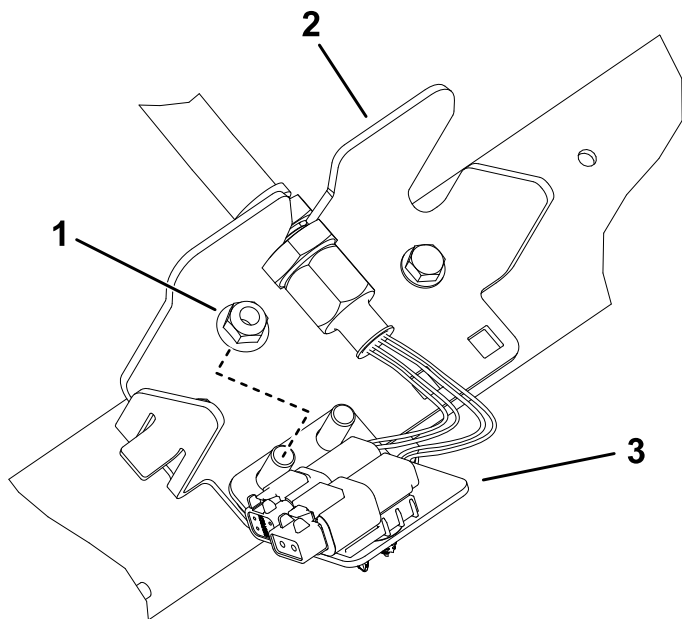

图 17
- 6. 对剩余 4 个隔板位置重复相关步骤如 图 14 至 图 17 所示。